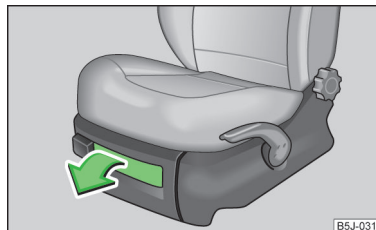

Abb. 72
- Zum Öffnen der Klappe den Griff ziehen » Abb. 72.